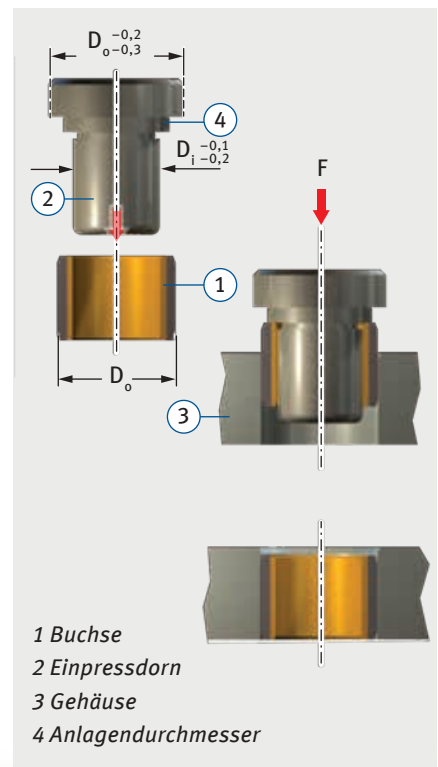

Abb. 3: Versenkt einpressen $D_o \geq 55$ mm
- versenktes Einpressen mit Dorn ohne Hilfsring gemäß Abb. 3.